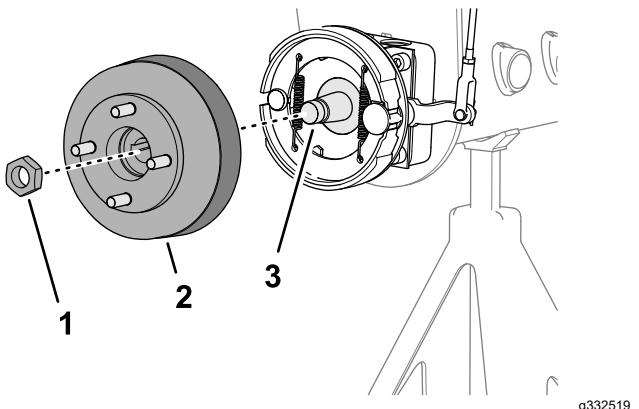
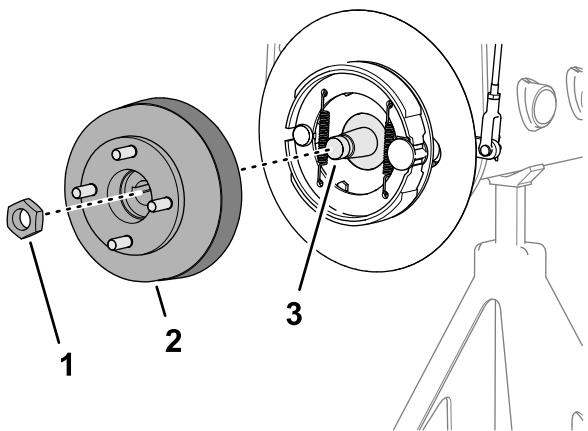

Figura 84
Figura 85
- Montate il mozzo della ruota e il tamburo del freno sull'albero motore della ruota (Figura 84 o Figura 85).
- Fissate il mozzo della ruota all'albero con il dado di bloccaggio (Figura 84 o Figura 85) e serrate manualmente.